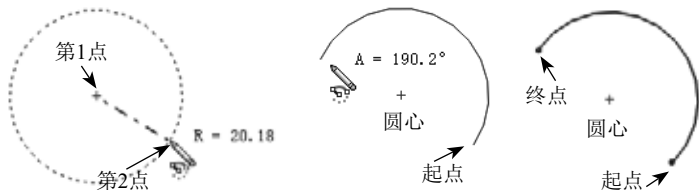

图2-10 使用“圆心/起/终点画弧”方式绘制圆弧
- 05** 双击或按Esc键退出圆弧的绘制。整个过程如图2-10所示。